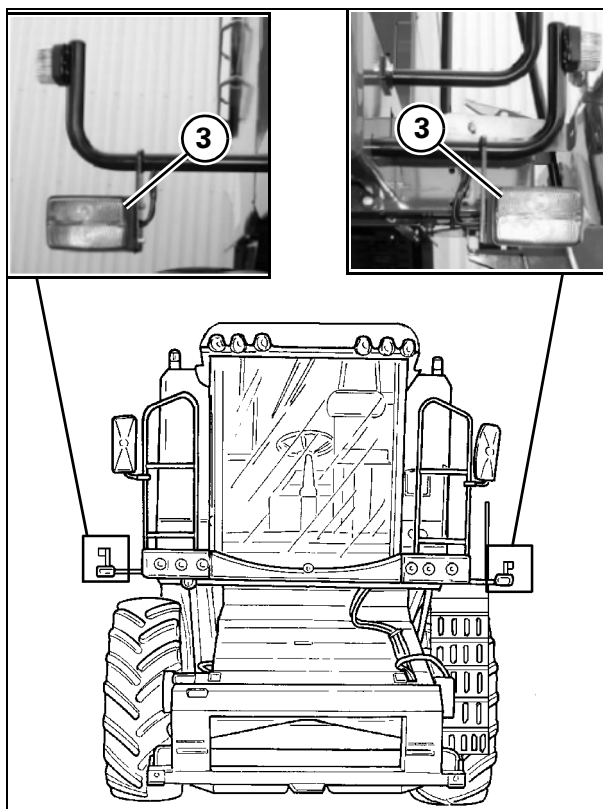

Рис. 92
- при первой сборке комбайна или при замене шин другими шинами из числа сертифицированных (см. таблицы на стр. 11-2) необходимо отрегулировать положение габаритных фонарей и передних стояночных фонарей (3), чтобы они соответствовали габаритным размерам машины (Рис. 92).